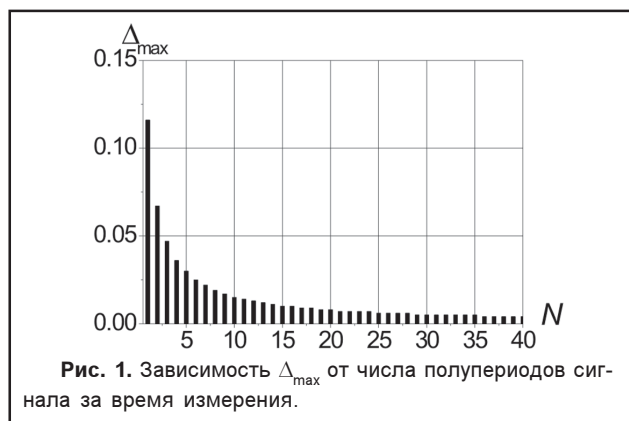

Рис. 1. Зависимость  $\Delta_{\max}$  от числа полупериодов сигнала за время измерения.
Зависимость  $\Delta_{\max}$  от отношения  $\tau/T$ , определяемая выражением (6), показана на рис.1